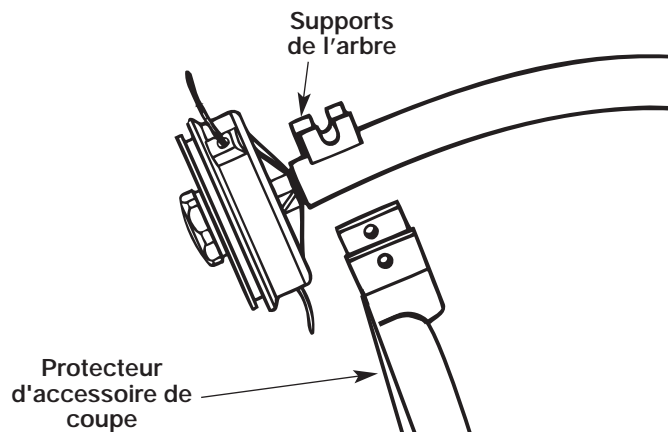

Fig. 2
1. Faire reposer l'écran sur les supports de l'arbre (Fig. 2).